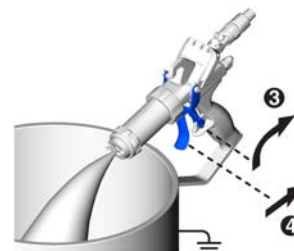

ABB. 11
3. Die Abzugssperre an der Pistole entriegeln. Siehe ABB. 11.